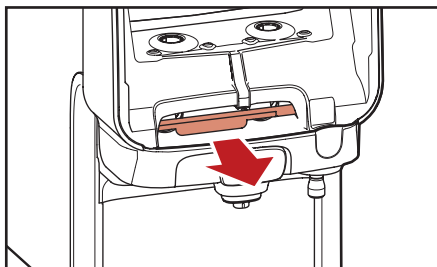

Fig. 5.3 - Træk i rød udløserbar
3. Træk den røde udløserbar for at åbne udgangsrummet (fig. 5.3).
- a. Træk den røde udløserbar for at åbne udgangsrummet (fig. 5.3).